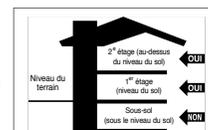

Figure 1
- Les vides sanitaires doivent être à un minimum de 46 cm (18 po) entre le sol et le dessous des solives. Un tapis de sol en pellicule polyéthylène noire de 6 à 20 mils est indispensable comme pare-vapeur, avec joints se chevauchant sur 15 cm (6 po) et fixés avec du ruban résistant à l'humidité. Le vide sanitaire doit posséder sur son périmètre une ventilation égale à un minimum de 1,5 % de la surface du vide sanitaire. Les événements doivent être placés de façon à favoriser la ventilation transversale (Figure 1). Selon les besoins, les codes locaux ont préséance.